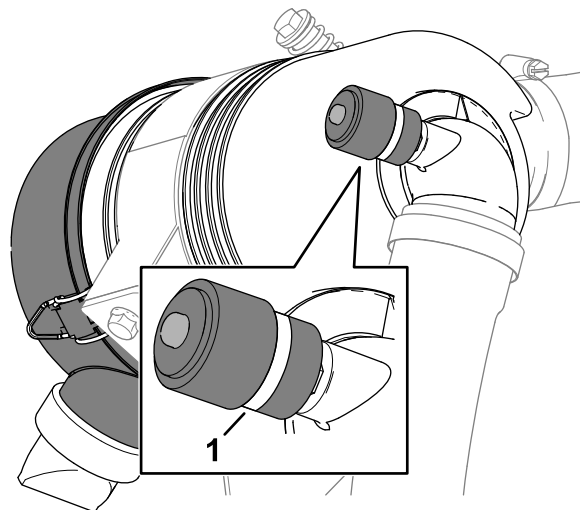

Рисунок 75
3. Проверьте индикатор обслуживания, расположенный на конце корпуса воздушного фильтра (Рисунок 75).